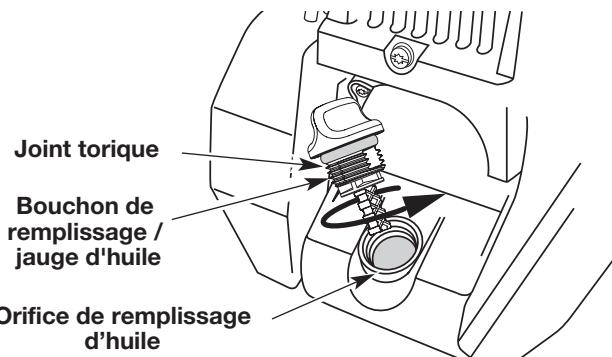

Fig. 41
- Si le niveau est trop bas, ajoutez un peu d'huile par l'orifice et revérifiez (Fig. 41). Continuez jusqu'à ce que le niveau d'huile atteigne le haut de la jauge.
**REMARQUE :** Assurez-vous que le joint torique est mis sur le bouchon de remplissage / jauge d'huile au moment de la vérification et du changement d'huile (Fig. 41).